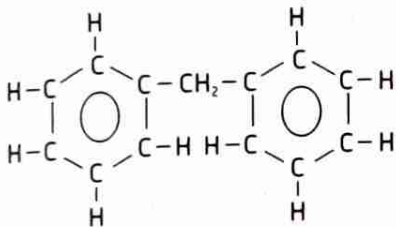

Fig. 15 – Exemplo de uma cadeia cíclica aromática polinucleada isolada.
- ✓ nas cadeias **polinucleadas isoladas** os anéis de benzeno não possuem átomos de carbono em comum (Fig. 15);